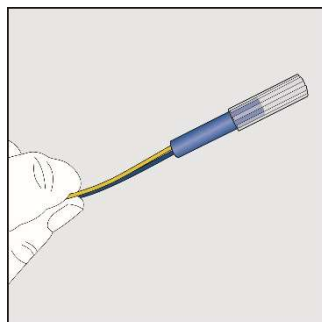

Abb. 3-34
- Vergewissern Sie sich, dass die Verbindung fest ist, indem Sie leicht an den Drähten und an der Oberseite des Anschlusssteckers ziehen (Abb. 3-34).